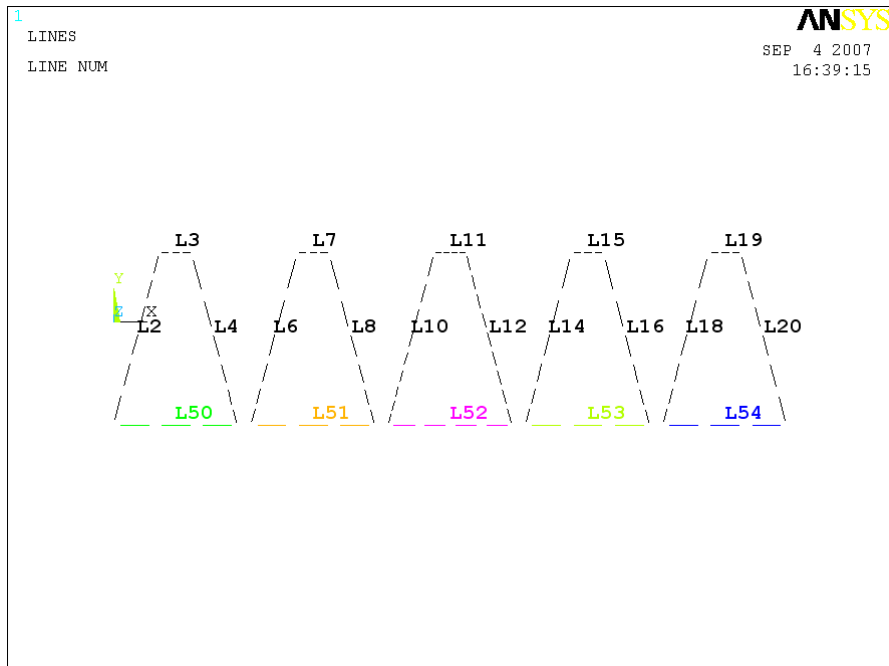

Рисунок 42. Отображение линий выбранных поверхностей
5. Нажимаем кнопку *Plot* окна *Select Entities* (Рисунок 42).
2. Выбираем линии внедрения *L4, L8, L12, L16, L20* (Рисунок 42).